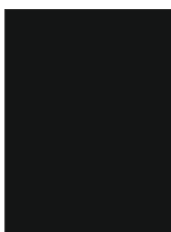

Рис. 17
2.4. Ячейка РТК. Представляет из себя параллелепипед размером 332,5 на 445 на 200 мм, напечатанный на поле или сделанный из ПВХ, черного цвета (S-0 M-0 Y-0 K-100) (Рис.17).